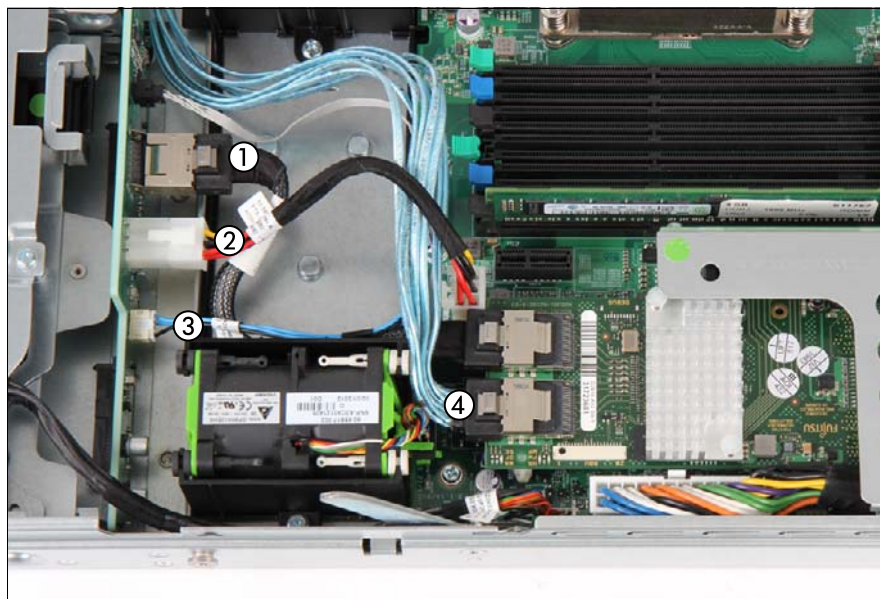

図 50: 8 x HDD バックプレーンからの ケーブルの取り外し
- ▶ 図 50 のようにケーブルを 8 x HDD バックプレーンに接続してください。
- (1) コネクタ CN1 を SAS データケーブルのチャンネル A へ
- (2) 電源ケーブルをコネクタ CN20 へ
- (3) OOB ケーブルをコネクタ CN14 へ (必要な場合)